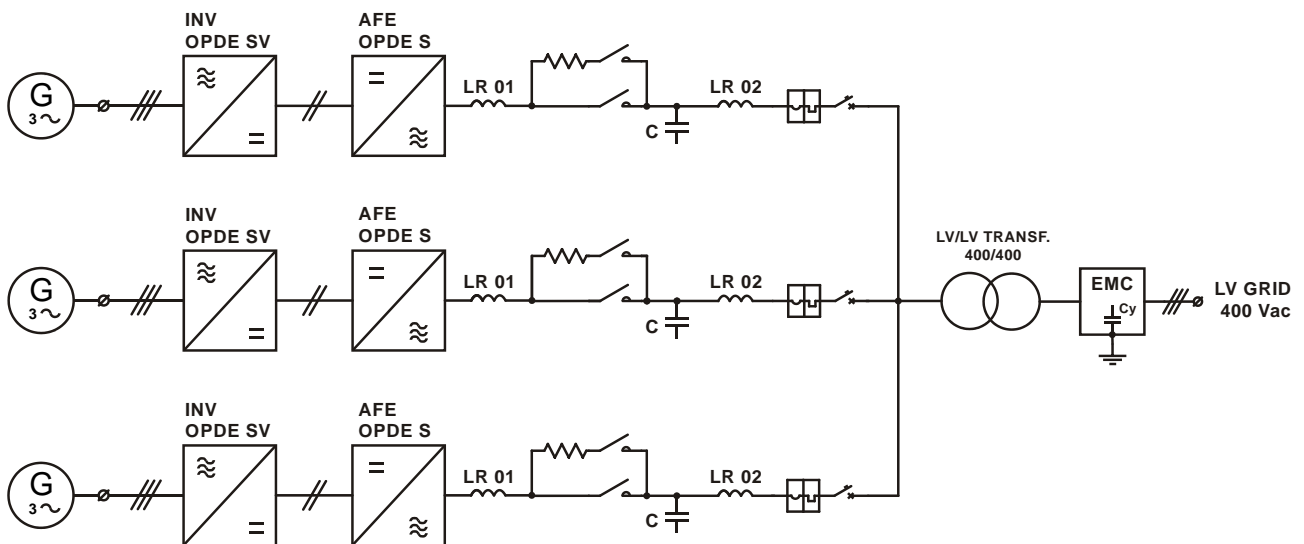
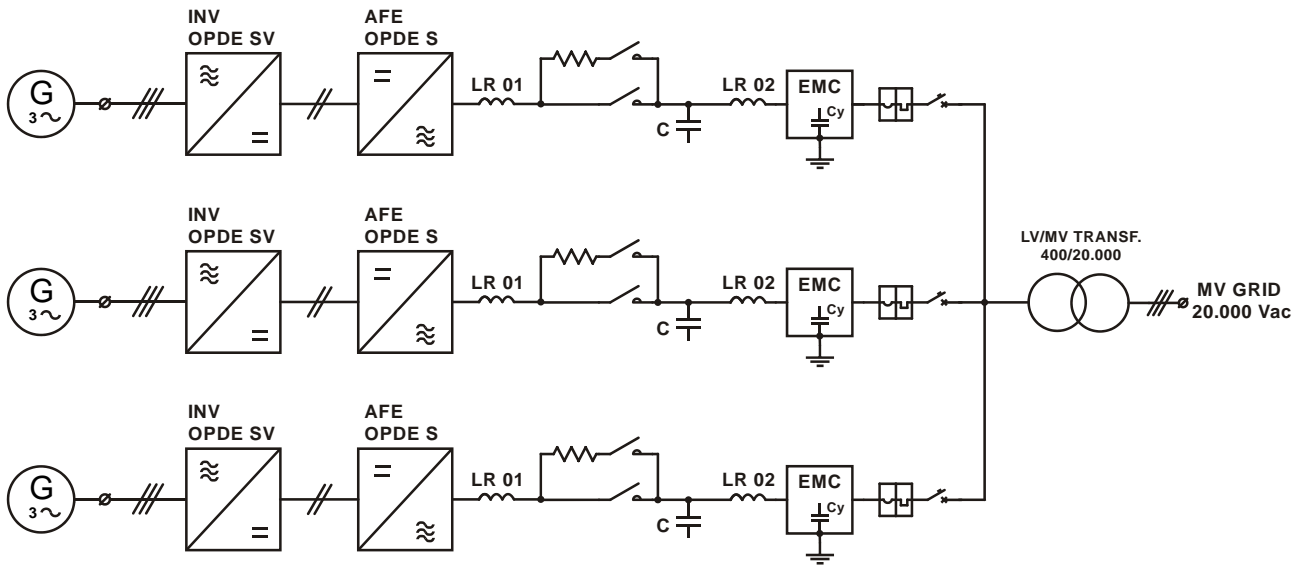

FIG. 62 – 3 x OPDE S in parallelo collegati in BT, applicazione con macchina rotante collegata ad inverter AC/DC
FIG. 63 – 3 x OPDE S in parallelo collegati in MT, applicazione con macchina rotante collegata ad inverter AC/DC
- 2) Nel caso di connessione alla rete BT è necessario collegare un filtro EMC unico nel lato 400Vac del trasformatore (FIG. 62). Nel caso di connessione alla rete MT è necessario collegare un filtro EMC dedicato in uscita ad ogni OPDE AFE ENERGY (FIG. 63).